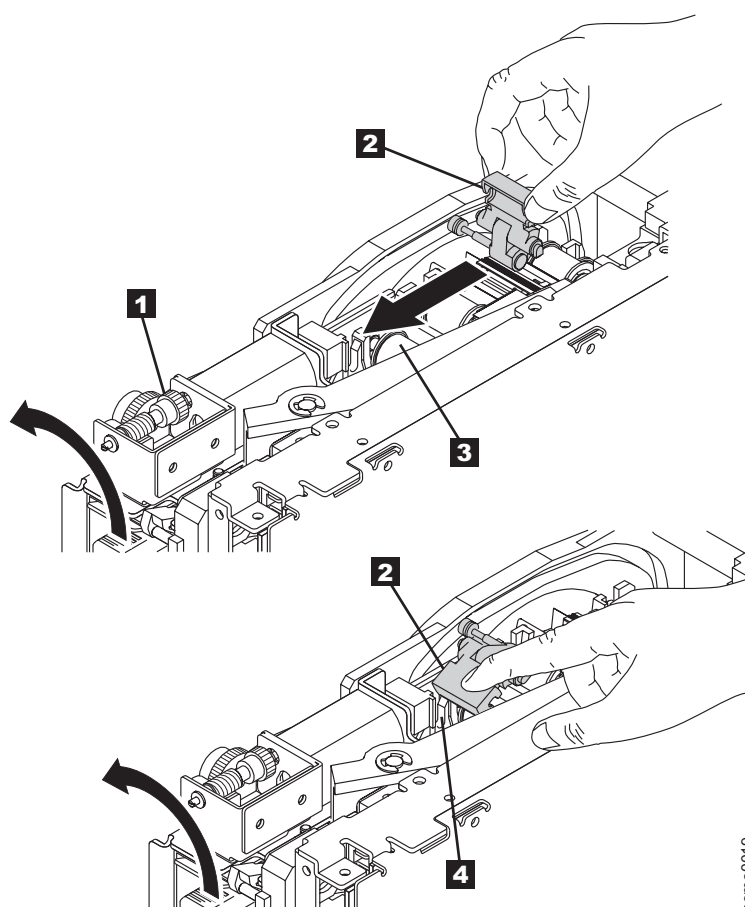

Figure 19. Guidage du bloc d'amorce vers sa position d'origine
10. Faites tourner manuellement le pignon d'entraînement du chargeur (voir **1** dans la figure 19) dans le sens du déchargement (dans le sens inverse des aiguilles d'une montre) jusqu'à ce que le bloc d'amorce **2** atteigne le dernier rouleau d'entraînement **3**.